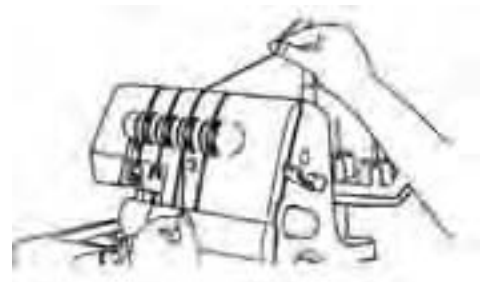

Abb.17
- Halten Sie den Faden mit den Fingern fest, führen Sie ihn zwischen den Scheiben des Fadenspannwählers **16** hindurch und ziehen Sie ihn dann nach unten (3) (Abb. 17).